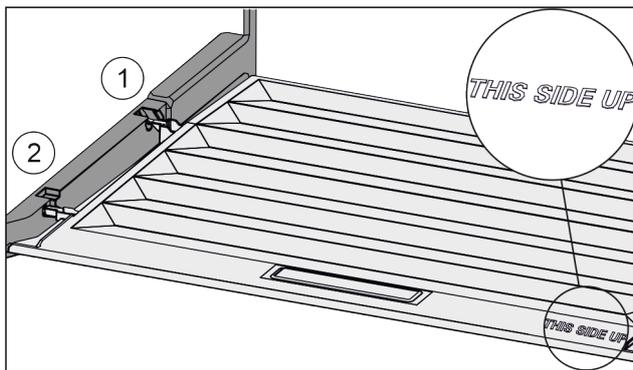

Fig. 83
- ▶ Výstupky veka zavedte cez otvor zadného držiaka Fig. 83 (1) a zaistite vpred v držiaku Fig. 83 (2).